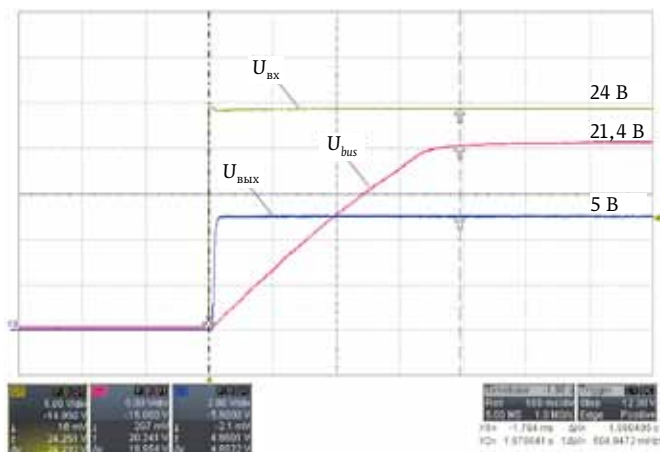

Рис. 9 Питание включено (1). QAE100-72S05U-K;  $U_{вх} = 24\text{ В}$ ; полная нагрузка;  $C_{\text{Hold-up}} = 11\,000\text{ мкФ}$
Емкость Hold-up-конденсаторов можно рассчитать по формуле, приведенной на рис. 9а, величину емкостного запаса, если потребуется ее увеличение, можно определить эмпирически в соответствии с практическим применением продукта.
**Результаты тестов** приведены на рис. 9–12.